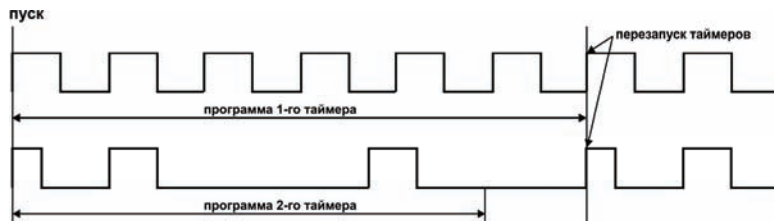

Рисунок 16
3.1.6.3 При « $rESk$ »=2 оба таймера перезапустятся после окончания выполнения программы первого таймера (рисунок 16).